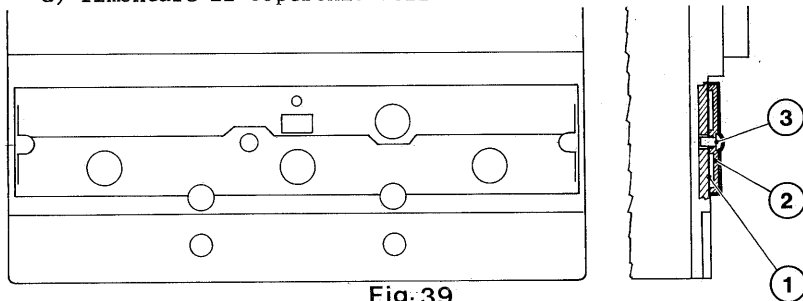

Fig.39
9.12. Protezione trasparente della scatola sganciatori termomagnetici: impedisce l'accesso alle manopole di regolazione (fig. 39)
- b) dall'interno attraverso i due fori laterali e il foro centrale superiore con una punta bucare la targhetta autodesiva (1)
- c) sistemare sul coperchio la protezione (2) come in figura e fissarla con i chiodi isolanti (3)